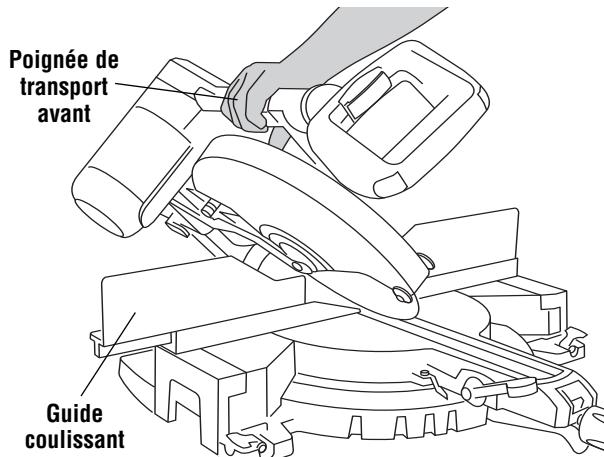

Figure 2.
- Déployez le guide coulissant gauche pour faire de la place pour l'ensemble de la scie et bloquez-le (Figure 2).
- Saisissez la poignée de transport avant de la main droite et inclinez la tête de la scie pour l'amener à l'angle désiré. (Fig. 2)
- Déployez le guide coulissant droit pour faire de la place pour l'ensemble de la scie et bloquez-le (Figure 2).
- En vous tenant debout à droite de la scie, saisissez la poignée de transport avant de la main droite et inclinez la tête de la scie légèrement vers la gauche tout en tournant le bouton de sélection de la plage d'inclinaison de la main gauche pour le mettre à la position '0°- 45° à droite' (Figure 2).
- Déplacez le guide coulissant gauche ou droit pour faire de la place pour l'ensemble de la scie et bloquez-le (Figure 2).
c. En vous tenant debout à droite de la scie, saisissez la poignée de transport avant de la main droite et inclinez la tête de scie légèrement vers la gauche tout en tournant le bouton de sélection de la plage d'inclinaison de la main gauche pour le mettre à la position 'plage maxi' (Figure 2).